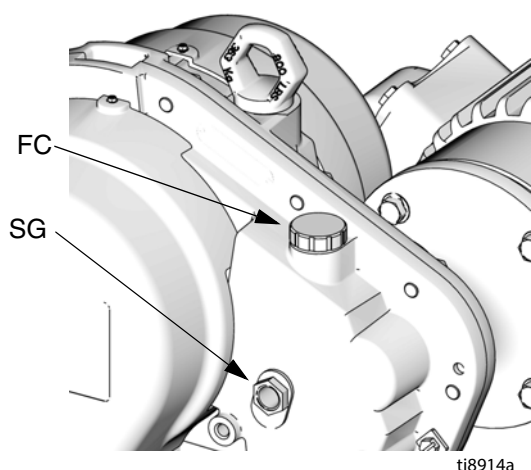

Рис. 8. Заливка масла
Ежедневно проверяйте уровень масла через смотровое стекло (SG) на корпусе шестеренчатого редуктора при работающем двигателе. Уровень масла (при работающем двигателе) должен быть в диапазоне между верхней и нижней отметкой на смотровом стекле (SG). Откройте крышку маслозаливного отверстия (FC) и залейте в резервуар для масла шестеренчатого редуктора требуемый объем масла Graco 288414 (комплект включает двенадцать бутылок по 1 кварте). Не допускайте переполнения. См. Рис. 8.